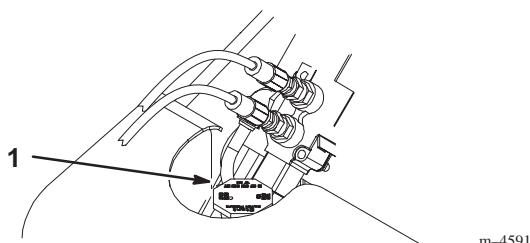

Figure 8
- Enlevez le bouchon de remplissage du radiateur et vérifiez le niveau du liquide de refroidissement (Fig. 8). Il doit atteindre le goulot de remplissage.